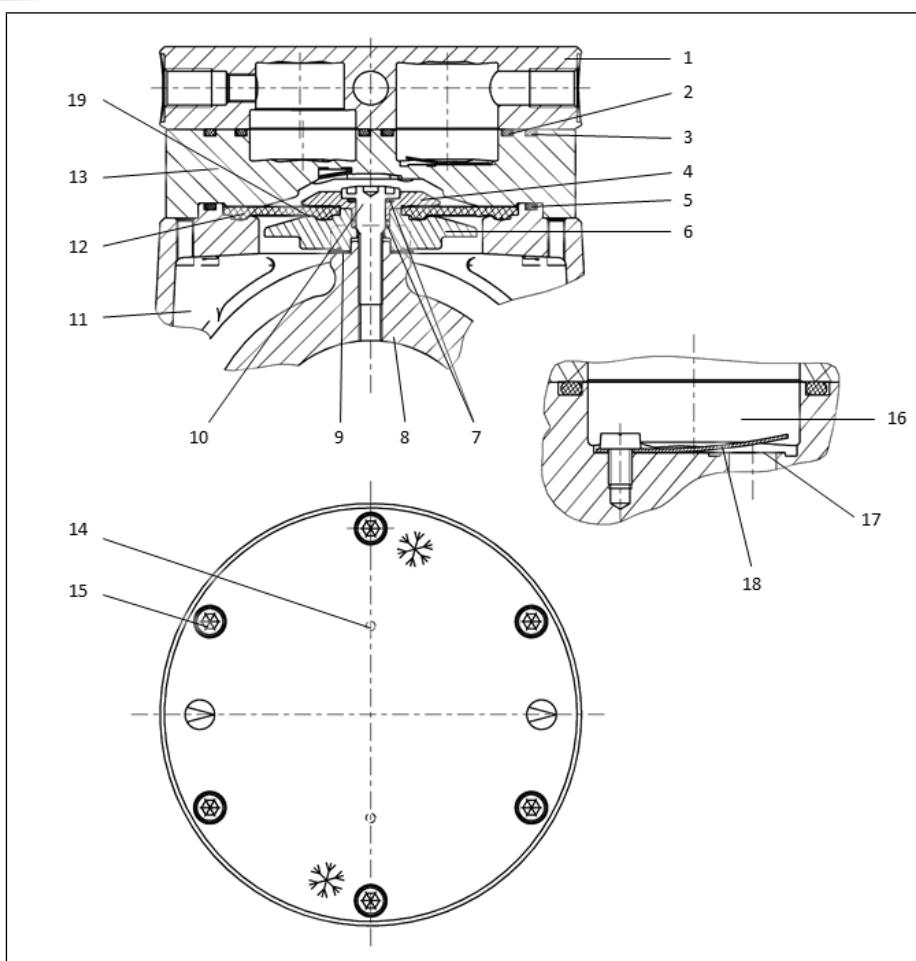

Abb. 18 Einzelteile des Pumpenkopfs
** Nach Abb. 18
i Die folgenden Positionsnummern beziehen sich auf Abb. 18 falls nicht anders angegeben.